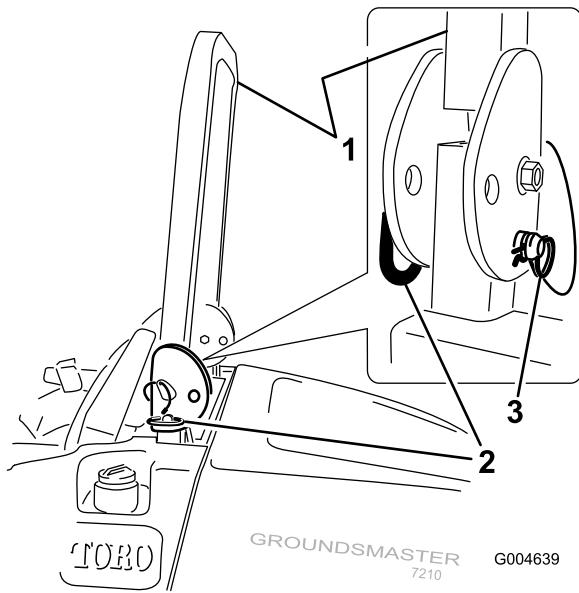

図 13
1. ROPS を下げるには、バーを前方に押して固定ピンに掛かっている力をゆるめた状態で、左右の固定ピンを抜き取る（図 13）。
(図 13)。
- ROPS を立てるには、機体の左右でヘアピン・コッターを抜き、ピンを外す(図 13)。
- ROPS をまっすぐに立ててピンで固定し、ヘアピン・コッターでロックする(図 13)。